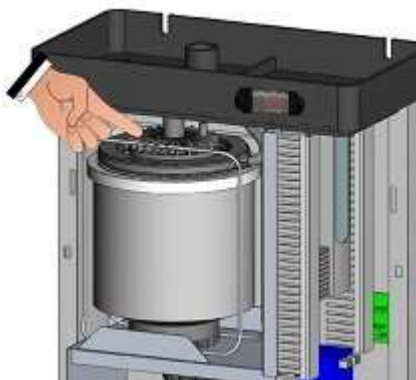

Fig. 1
2. Remplacer la bride de sortie de la vapeur de diamètre 25 par celle de diamètre 40, fournie (**Fig.1**) (pour les humidificateurs ES24, cela n'est pas nécessaire).
2. Remplacer la bride de sortie de la vapeur de l'humidificateur de diamètre 25 par la bride de diamètre 40, fournie (**Fig.1**) (pour les humidificateurs ES24, ES48 eT ES100 cela n'est pas nécessaire).